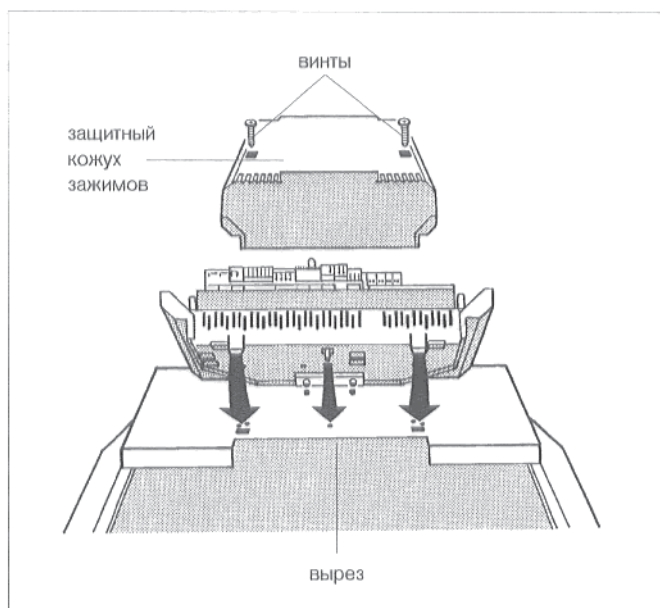

Рис. 13: открыть и насадить систему регулирования 2000
- Вывинтить два винта защитного кожуха зажимов регулятора. Снять защитный кожух зажимов (рис. 13 или 14).
При этом, проложить капиллярные трубки датчиков температуры и, при "Ecomatic"-регулировании, провод датчика температуры котельной воды через вырез в переднем кожухе котла (рис. 13 или 14).
- Тянуть регулятор в направлении вперед, при этом слегка давить регулятор вниз, пока эластичные крючки не войдут в задние отверстия (рис. 13 или 14).